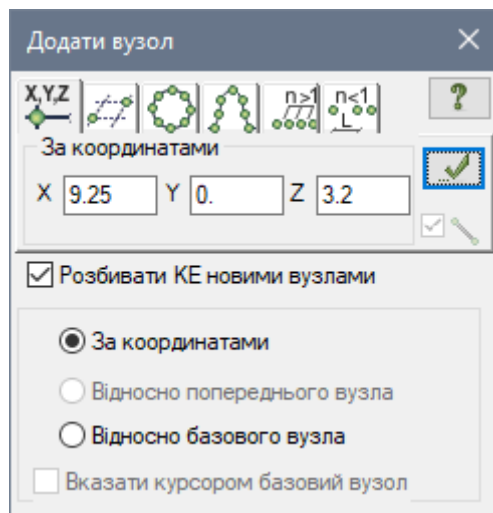

Рис. 12.10. Діалогове вікно Додати вузол
- В цьому діалоговому вікні задайте наступні координати вузла (рис. 12.10):